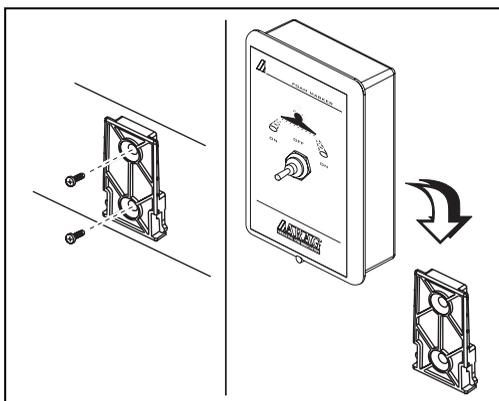

Fig. 9
- Fixer le boîtier de commandes dans la cabine: positionner la glissière de fixation à l'aide des vis (Fig.9), en un point où le boîtier est facilement visible et peut être atteint avec les mains, mais éloigné d'organes en mouvement; fixer le boîtier de commandes en l'introduisant sur la glissière et en le poussant vers le bas jusqu'à son blocage complet.